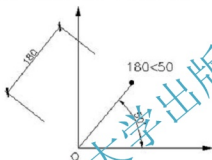

图 2.48 绝对极坐标
(1) 绝对极坐标: 相对于当前坐标原点的极坐标值, 绝对极坐标的输入方法为“长度<角度”, 如输入“180<50”, 结果如图 2.48 所示。